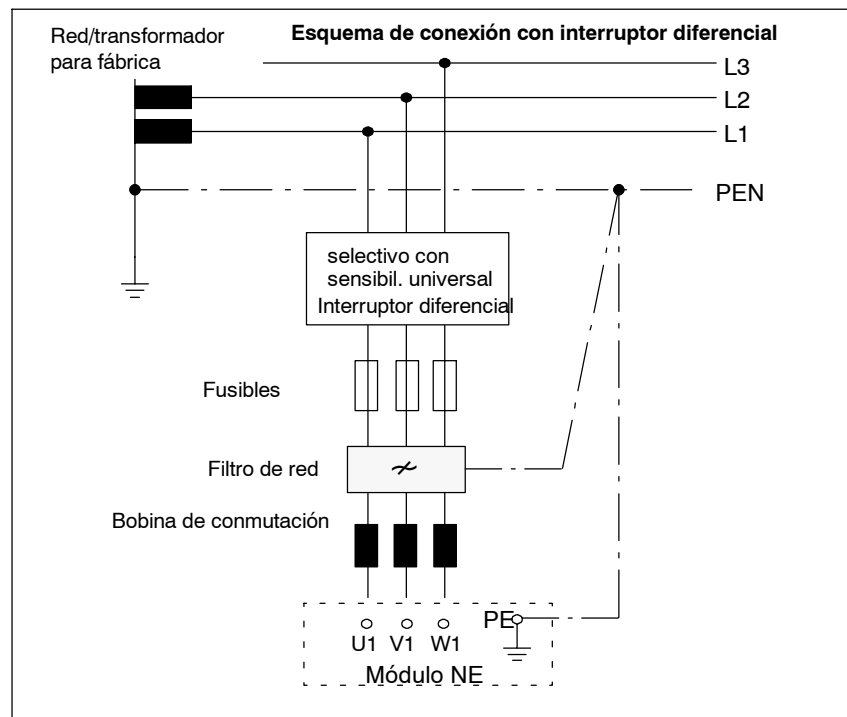

Fig. 7-4 Esquema de conexión interruptor diferencial
- Se permite únicamente el uso de un interruptor diferencial (selectivo) con sensibilidad universal y disparo retardado (conexión según fig. 7-4).
- Los componentes expuestos a contacto del equipo eléctrico (EB) y de la máquina han de tener la misma medida de puesta a tierra.